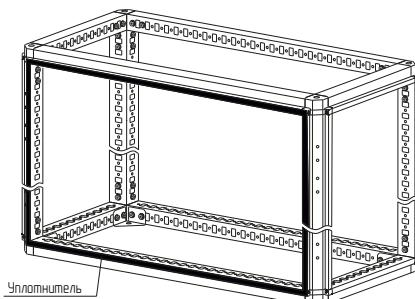

Рисунок 1
- 4.1.2 Приkleить уплотнитель по контуру на один из каркасов, в месте соединения (рисунок 1), так чтобы местостыка уплотнителя было в нижней горизонтальной части каркаса.